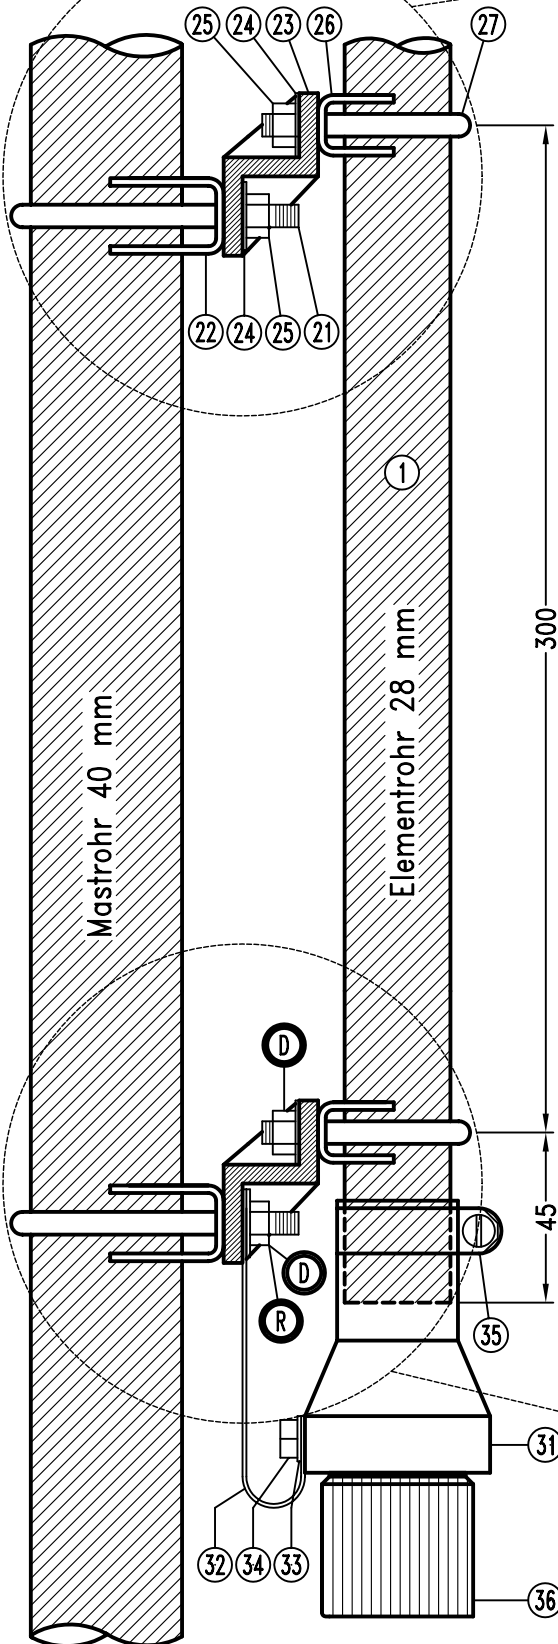
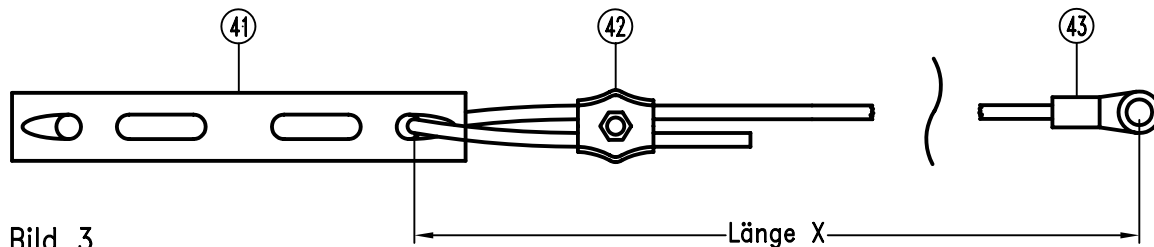

Bild 1
Bild 3
2. Beginnen Sie mit der Montage der unteren Doppelrohrklammer am Elementrohr (1). Am nichtgeschlitzten Ende des Elementrohrs wird im Abstand von 45 mm der Isolierwinkel (23) mit dem Rohrsitz (26), dem U-Bügel (27), der Scheibe (24) und der Sechskantmutter (25) verschraubt (Bild 1+2).
5. Nun werden die 3 Drähte der Radials (14) für das 10/15/20 m - Band vorbereitet (Bild 3). Mit den Simplexklemmen (42) werden die Drähte auf die entsprechenden Längen gebracht.
Mit dem U-Bügel (21), dem Rohrsitz (22), der Scheibe (24) und der Sechskantmutter (25) wird die Antenne am Mastrohr befestigt. Zur Montage der Radials (14) entfernen Sie wieder eine der Sechskantmutter (25) an der unteren Doppelrohrklammer (Bild 1 + 2, Ⓡ), und montieren den Kabelschuh (43), (Bild 3) der Radials. Ziehen Sie die Sechskantmutter wieder an.
Entfernen Sie nun die Sechskantmutter auf der anderen Seite des gleichen U-Bügels und montieren den Kabelschuh (44), (Bild 4) einer Hälfte des 40 m-Dipols. Die andere Hälfte des 40 m-Dipols wird am U-Bügel 28 mm (Bild 1 + 2, Ⓣ) mit dem Strahler verbunden.